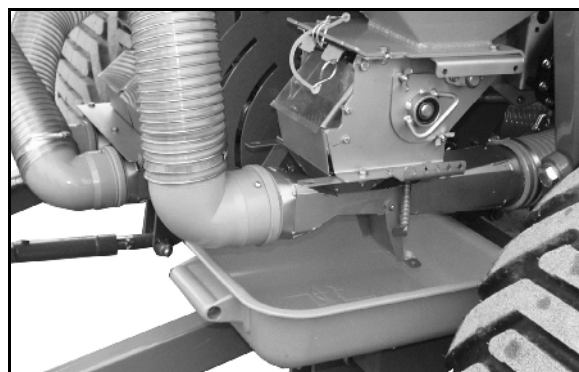

Рис. 97
4. Проконтролируйте норму внесения удобрения: установите лоток под дозатор удобрения (Рис. 97).